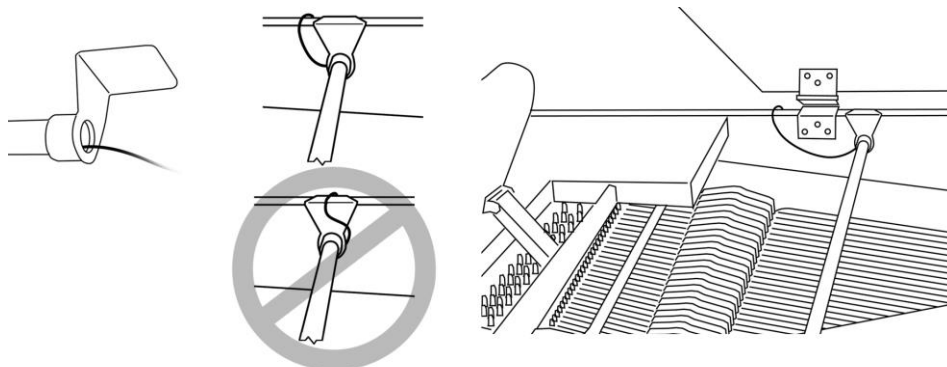

Рис.7
6. Обратите внимание на то, что из одного конца трубы ниже опорного рычага выходит экранированный кабель с универсальным разъёмом. Не имеет значения, на какую сторону рояля выходит кабель. Главное расположить кабель так, чтобы закрытая крышка рояля не зажимала, и не деформировала его. Чтобы избежать этого, поместите кабель с одной стороны несущего рычага. Вы также можете расположить кабель таким образом, чтобы он выходил на открытую площадку рояля, как показано на рис.7.